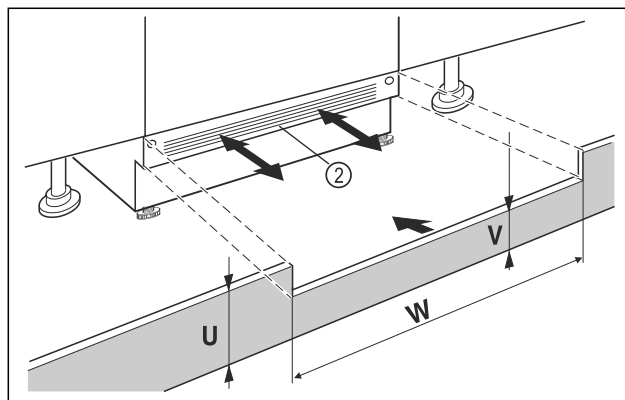

Fig. 14 Voorbeeldweergave
- ▶ Plaats de afdekking van de onderkant van het apparaat Fig. 14 (2) maar zet hem nog niet vast.
- ▶ Als de sokkelafdekking Fig. 14 (2) zichtbaar is, trek het dan naar voren totdat de voorkant van het ventilatierooster en de sokkelafdekking van het meubel gelijk zijn.
- ▶ Bij een verborgen sokkelafdekking Fig. 14 (2), deze gehele naar achteren schuiven.
- ▶ Controleer of de ventilatiesleuven volledig vrij zijn: Snijd indien nodig de hoogte van de sokkelafdekking Fig. 14 (U) op maat!
- ▶ Pas de hoogte van de balk onder de sokkelafdekking van het apparaat Fig. 14 (W) aan de breedte Fig. 14 (V) van de nis Fig. 14 (2) aan.